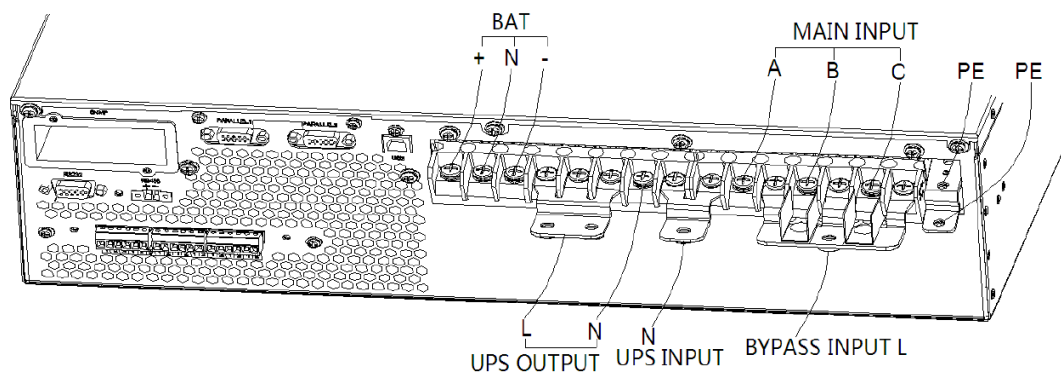

Рисунок 17. 3 фазы в 1 фазу, двойной вход
2. Используйте медный разъем No.5 для соединения разъемов bA, bB, bC (Рисунок 17), используйте медный разъем No.7 для подключения к разъемам BATN, oN, bN, mN, используйте медный разъем No.4 для подключения к разъемам oA, oB, oC.